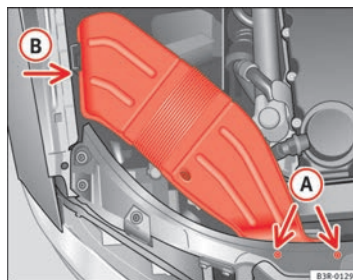

Fig. 202 Conduit d'air, côté droit du véhicule
- Dévissez les vis **A** ⇒ fig. 202.